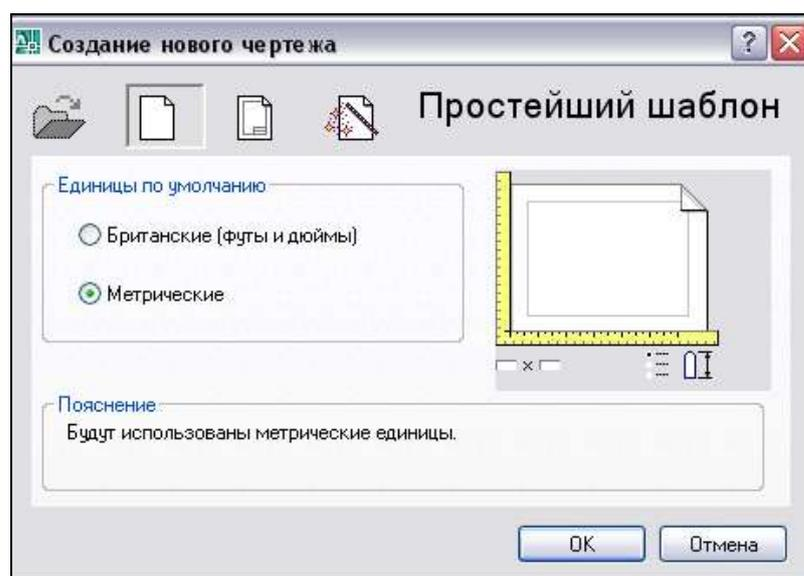

Рис. 6
- использовать мастера для создания рисунка с требуемыми начальными параметрами, задаваемыми в процессе работы с мастером (рис. 6).